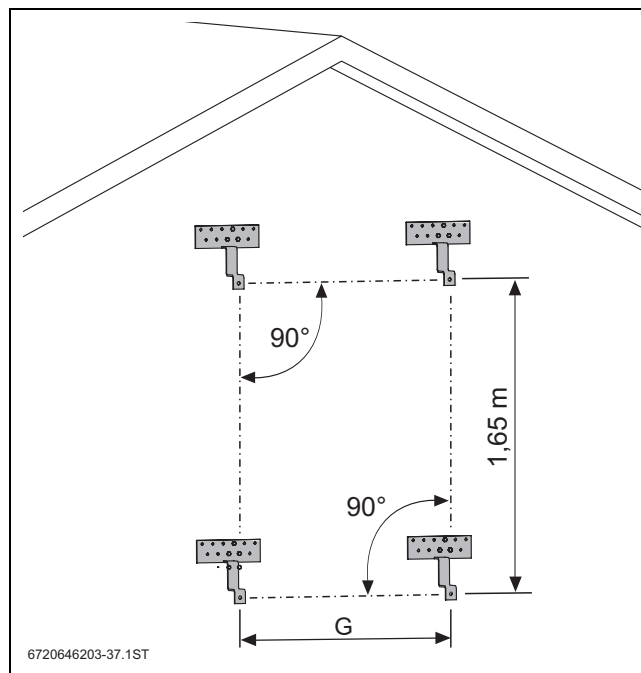

Bild 25 Positionen der Haltebügel
- Positionen der Haltebügel auf die Fassade übertragen (→ Bild 25, Tabelle 16).